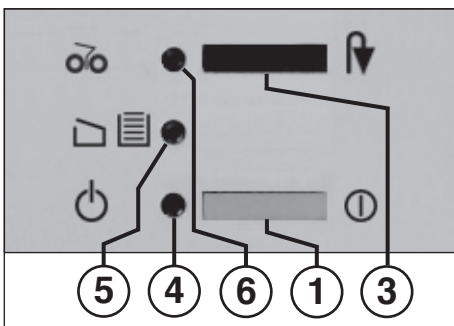

Fig. 1
- 1 = Drukschakelaar (Fig. 1)**
- 3 = Drukschakelaar (Fig. 1)**
- 4 = Controlelampje (Fig. 1)**
- 5 = Controlelampje (Fig. 1)**
- 6 = Controlelampje (Fig. 1)**
b) de drukschakelaar (3) wordt ingedrukt wanneer het snijmechanisme loopt. Het snijmechanisme wordt uitgeschakeld en staat stil.
- Machine met de drukschakelaar (1) (Fig. 1) inschakelen. Controlelampje (4) (Fig. 1) gaat branden.
Wanneer de opvangzak vol is, schakelt de machine uit. Het controlelampje "Opvangzak vol" / "Deur open" (5) (Fig. 1) knippert. Ten teken dat het snijmechanisme gestopt is, gaat tevens het controlelampje "Papieropstopping" / "Stop" (6) aan.
- Verschuifbaar frame met opvangzak naar binnen duwen en de deur sluiten. Het controlelampje (5) (fig. 1) gaat uit.
- Druk kort op de drukschakelaar "Achterruit" / "Stop" (3). Het snijmechanisme versnipperd het papier dat in de toevoergleuf is achtergebleven en schakelt vervolgens uit. Het controlelampje (6) gaat uit. Nu kan men doorgaan met versnipperen.
- Het controlelampje (6) (fig. 1) gaat aan.
- Houd de drukschakelaar "Achterruit" / "Stop" (3) continu ingedrukt en verwijder tegelijkertijd het teruggevoerde papier uit de machine.
- Nadat het materiaal verwijderd is, loopt het snijmechanisme automatisch vooruit, versnipperd het resterende materiaal dat in de toevoergleuf is achtergebleven en schakelt dan uit. Het controlelampje (6) (Fig. 1) gaat uit.
Bij overbelasting schakelt de motor zichzelf uit. In dat geval het apparaat met de drukschakelaar (1) (Fig. 1) uitschakelen.